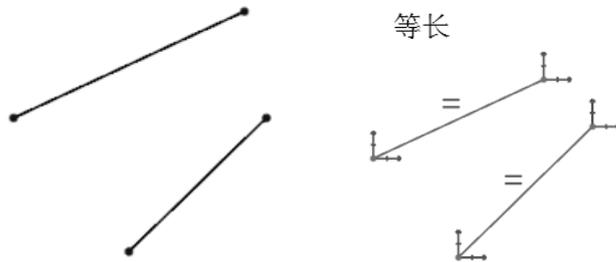

图 2-41 等长约束
(11) 等长 ：约束两条或多条线，使之等长，如图 2-41 所示。